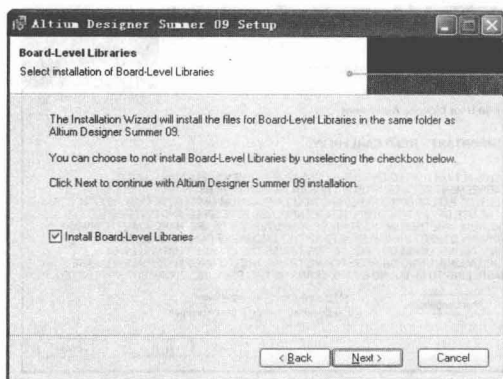

图 1-5 板层库安装对话框
(5) 单击 **Next >** 按钮，即可进入如图 1-5 所示的板层库安装对话框。在该对话框中选中 **Install Board-Level Libraries** 前面的复选框，这样在安装程序的同时也将板层库进行了安装，这点与较早版本的 Altium Designer 程序不同。